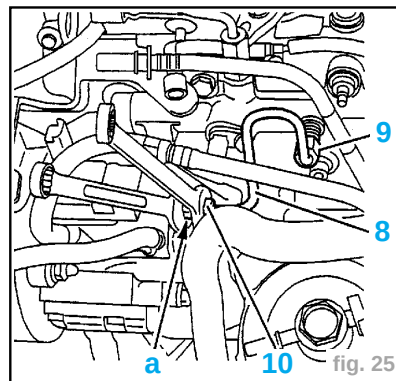

fig. 25
- Appliquer un contre-couple en (a); desserrer le raccord (10) (fig. 25).